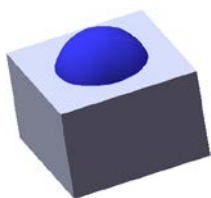
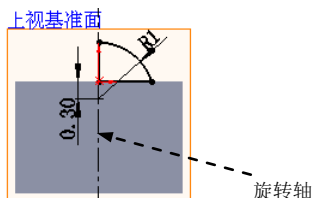
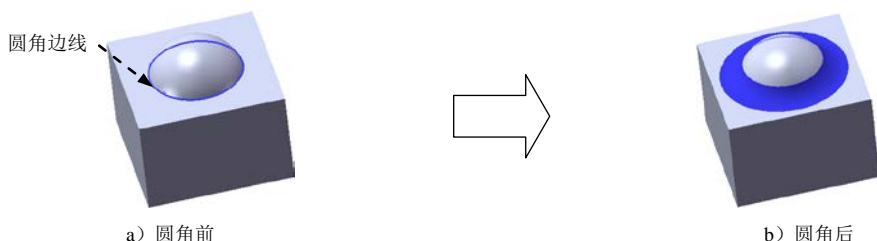

图 12.3.4 旋转 1
图 12.3.5 横断面草图
图 12.3.6 圆角 1
(3) 定义拉伸深度属性。
① 定义深度方向。采用系统默认的深度方向。
② 定义深度类型和深度值。在“凸台一拉伸”对话框 **方向1** 区域的下拉列表中选择 **给定深度** 选项，在 **D1** 中输入深度值 2.0。
(4) 单击 按钮，完成凸台一拉伸 1 的创建。
Step3. 创建图 12.3.4 所示的零件基础特征——旋转 1。
(1) 选择命令。选择下拉菜单 **插入(I)** → **凸台/基体(B)** → **旋转(R)...** 命令。
(2) 定义特征的横断面草图。
① 定义草图基准面。选取上视基准面作为草图基准面。
② 定义横断面草图。在草图环境中绘制图 12.3.5 所示的横断面草图。
(3) 定义旋转轴线。采用图 12.3.5 所示的中心线作为旋转轴线。
(4) 定义旋转属性。
① 定义旋转方向。在“旋转”对话框 **方向 1** 区域的下拉列表中选择 **给定深度** 选项, 采用系统默认的旋转方向。
② 定义旋转角度。在 **方向 1** 区域的 **角度** 文本框中输入数值 360.0, 选中 ☒ **合并结果(M)** 复选框。
(5) 单击 按钮, 完成旋转 1 的创作。
Step4. 创建图 12.3.6 所示的圆角 1。
(1) 选择命令。选择下拉菜单 **插入(I)** → **特征(F)** → **圆角(U)...** 命令 (或单击 按钮), 系统弹出“圆角”对话框。
(2) 定义圆角类型。采用系统默认的圆角类型。